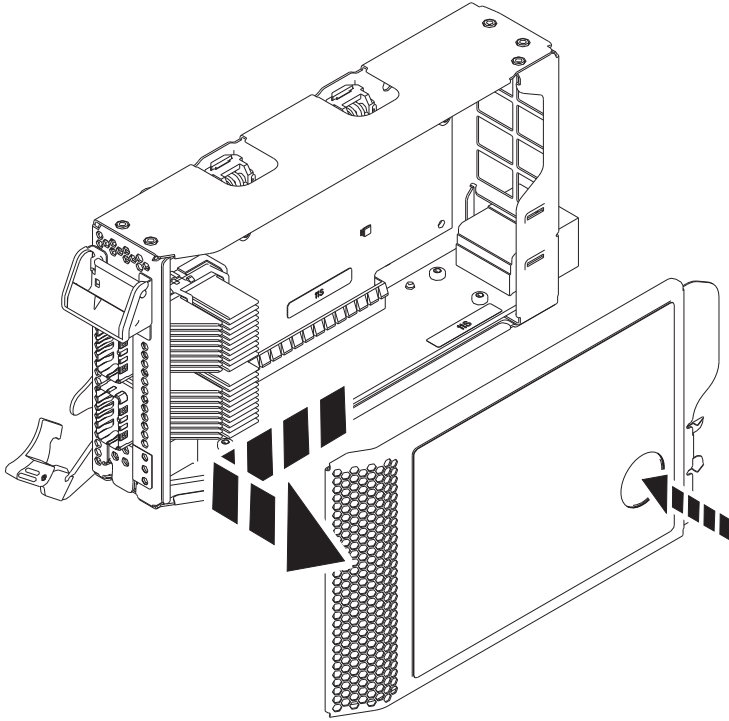

Figura 15. Extracción de la cubierta de la casete de adaptador PCIe
- a. Presione el botón de terracota de la cubierta de la casete como se muestra en la Figura 15 en la página 16 para desenganchar la cubierta de la casete.